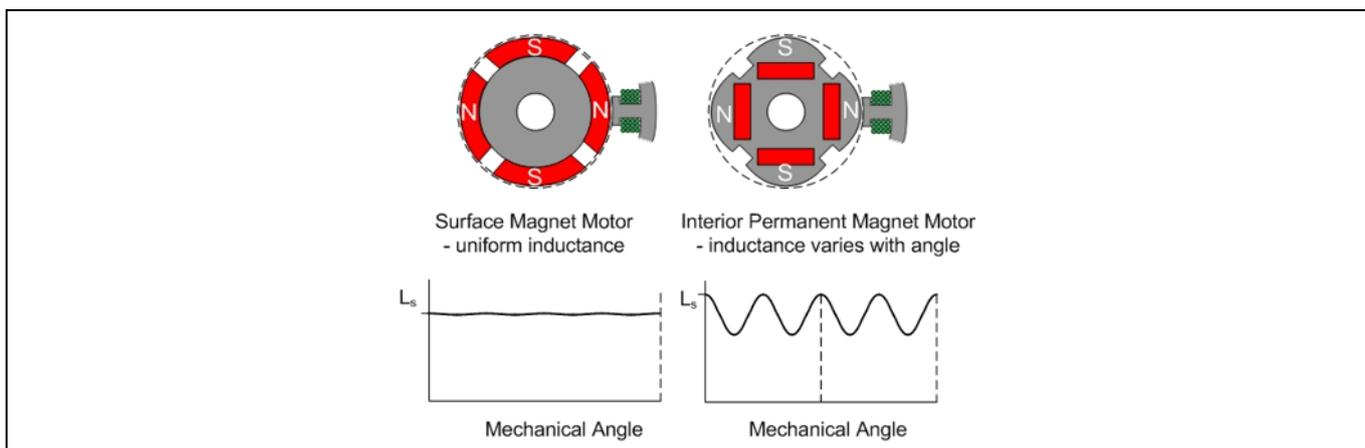

图4. 电机类型 (PM 电机、IPM 电机)
在处理表面永磁 (PM) 电机时，如图 4 的左部分所示，无论转子角度如何，绕组电感  $L_d$  和  $L_q$  的值都相同。然而，对于内嵌永磁 (IPM) 电机，如图 4 的右部分所示，绕组电感会随转子角度变化，且  $L_q$  电感大于  $L_d$  电感。